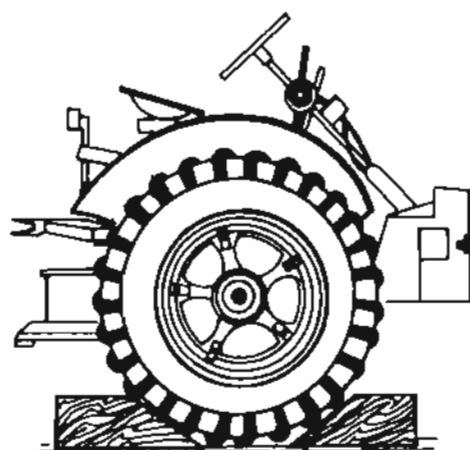

Fig. 2
- d Bloquee el tractor, acuñando las ruedas y accionando el freno de estacionamiento (fig. 2).